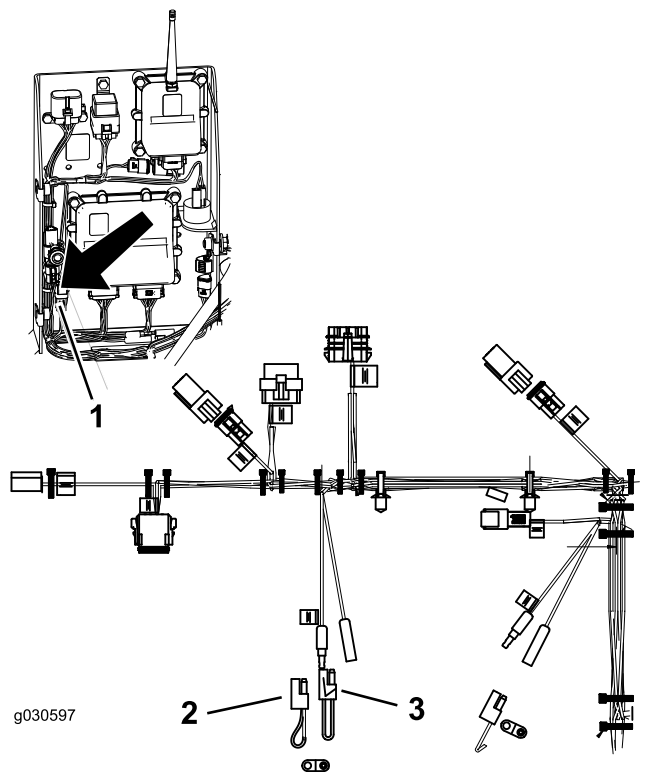

Bild 31
2. Ziehen Sie die zwei Kabelverbindungen vom Kabelanschluss ab, wie in Bild 31 abgebildet.